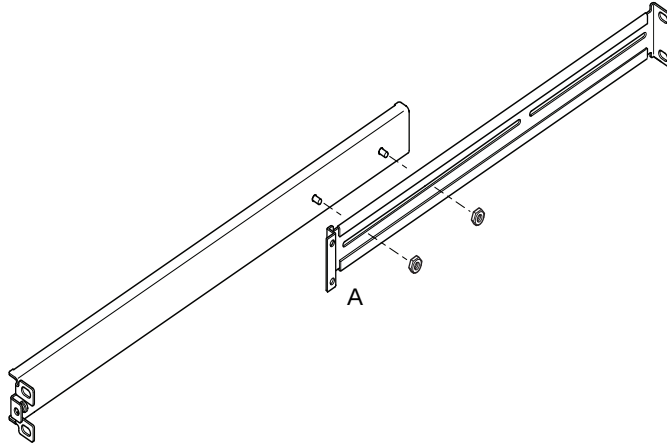

BILD 3-1 Fästskenor för ett 19-tums standardexpansionsrack
1. Placera de två fästdelarna så att det dubbelvinklade handtaget (A) kommer i rätt position.
På ett 19-tums standardrack sitter den dubbelvinklade sidan (A) på framsidan (se BILD 3-1).